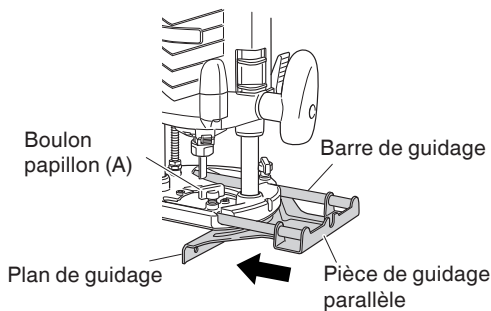

Fig. 12
- (2) Pièce de guidage parallèle (Fig. 12)